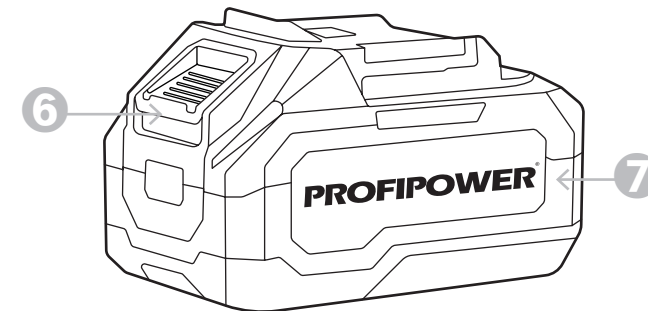

Рисунок 2.2.1. снятие аккумуляторного блока
① Для снятия аккумуляторного блока «7» нажмите кнопку «6» (рисунок 2.2.1.) извлеките блок.
② Для установки аккумуляторного блока совместите паз блока с выступом в корпусе и задвиньте его до упора так, чтобы он зафиксировался.